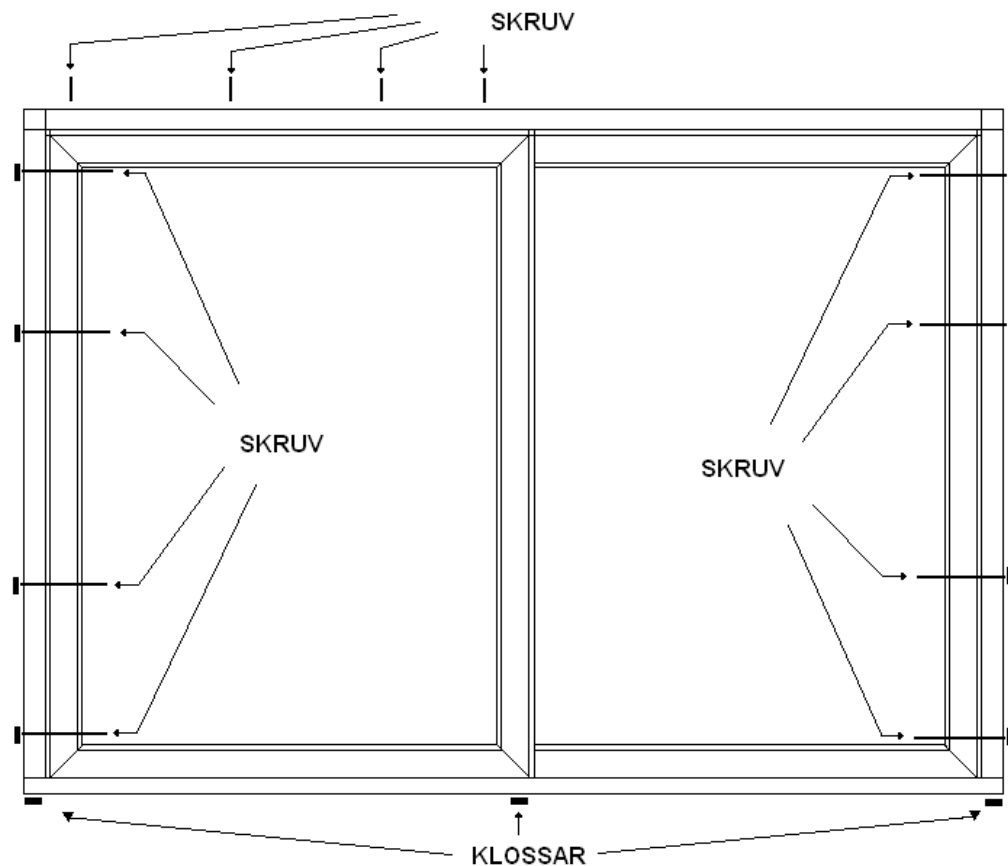

FIG 5
- Se FIG 5 för detaljer hur klossar och skruv ska fästas. För vikpartier observera att skruv fästs längst med hela karmens överstycke!